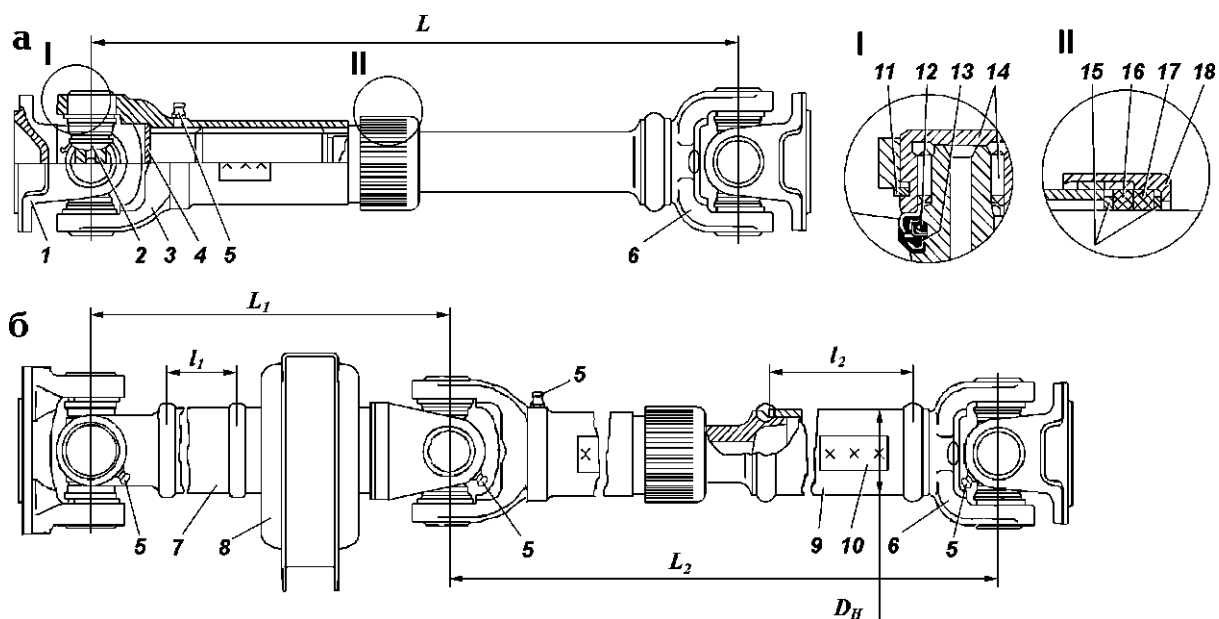

Рис. 8.1. Карданные передачи:
Передача крутящего момента к ведущим мостам осуществляется карданными валами (рис. 8.1) открытого типа, каждый из которых имеет подвижное шлицевое соединение и по два карданных шарнира.
Для смазывания пользуйтесь шприцем со специальным наконечником. Шлицевое соединение смазывайте через пресс-масленку 5 (см. рис. 8.1), ввернутую в скользящую вилку, а игольчатые подшипники - через пресс-масленку на крестовине.
1. Отверните обойму 18 (см. рис. 8.1) сальникового уплотнения шлицевого соединения, предварительно
Разъедините шлицевое соединение вала, снимите кольца 15 (см. рис. 8.1), 16, 17 и обойму 18.
1. Установите на шлицевой конец карданного вала обойму 18 (см.рис. 8.1), войлочное кольцо 16, резиновое кольцо 17 и кольца 15.